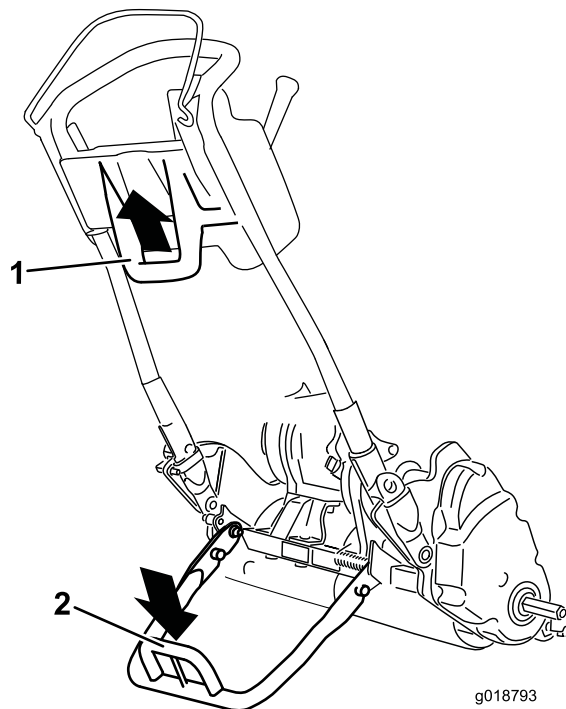

图28
- 要使用支撑架安装行走轮首先应将支撑架放到地面上踩下支撑架环并向上向后拉中下部手柄图28。